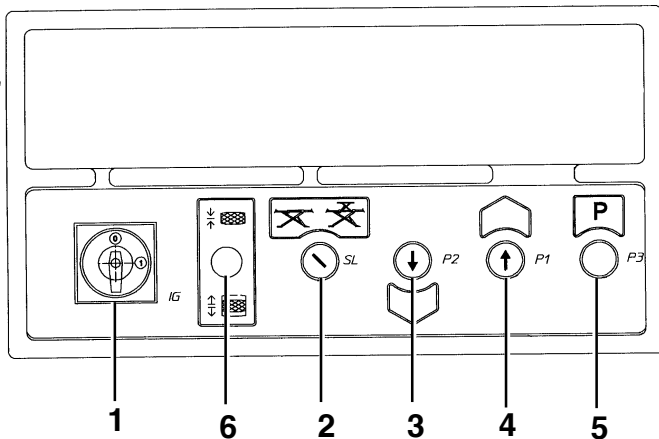

Fig. 41
**Salita.** (Rif. Fig.41) Interruttore generale (1) in posizione 1. Selettore (2): posizione 0 attivazione sollevatore principale. Selettore (2): posizione 1 attivazione sollevatore integrato. Premere il pulsante di salita (4) fino al raggiungimento dell'altezza voluta.
**Discesa.** Premere il pulsante di discesa (3) (il ponte sale brevemente per disinserire gli arpioni di arresto, poi scende). **Stazionamento (\*).** Premere il pulsante (5).
**Up -** (Ref. Fig. 41) Master switch (1) in position 1.
**Heben.** (Zu Abb. 41). Hauptschalter (1) in Schaltstellung "1" setzen. Wählschalter (2): Schaltstellung "0" Inbetriebsetzung der Hebebühne. Wählschalter (2): Schaltstellung "1" sonore fonctionne pendant toute la course de descente.
**Bloqueo des chemins de roulement mobiles:** actionner le levier (2) pour bloquer et débloquer les chemins de roulement mobiles.
**Montée.** (Réf. Fig. 41) Interrupteur principal (1) sur la position 1. Sélecteur (2): position 0, actionnement de l'élévateur principal. Sélecteur (2): position 1, actionnement de l'élévateur intégré. Appuyer sur le bouton-poussoir de montée (4), jusqu'à obtention de la hauteur souhaitée.
**Descente.** Appuyer sur le bouton-poussoir de descente (3) (le pont se soulève légèrement pour dégager les griffes d'arrêt, puis descend).
**Stationnement (\*):** appuyer sur le bouton-poussoir (5)
**Subida.** (Ref. Fig.41) Interruptor general (1) en posición 1.